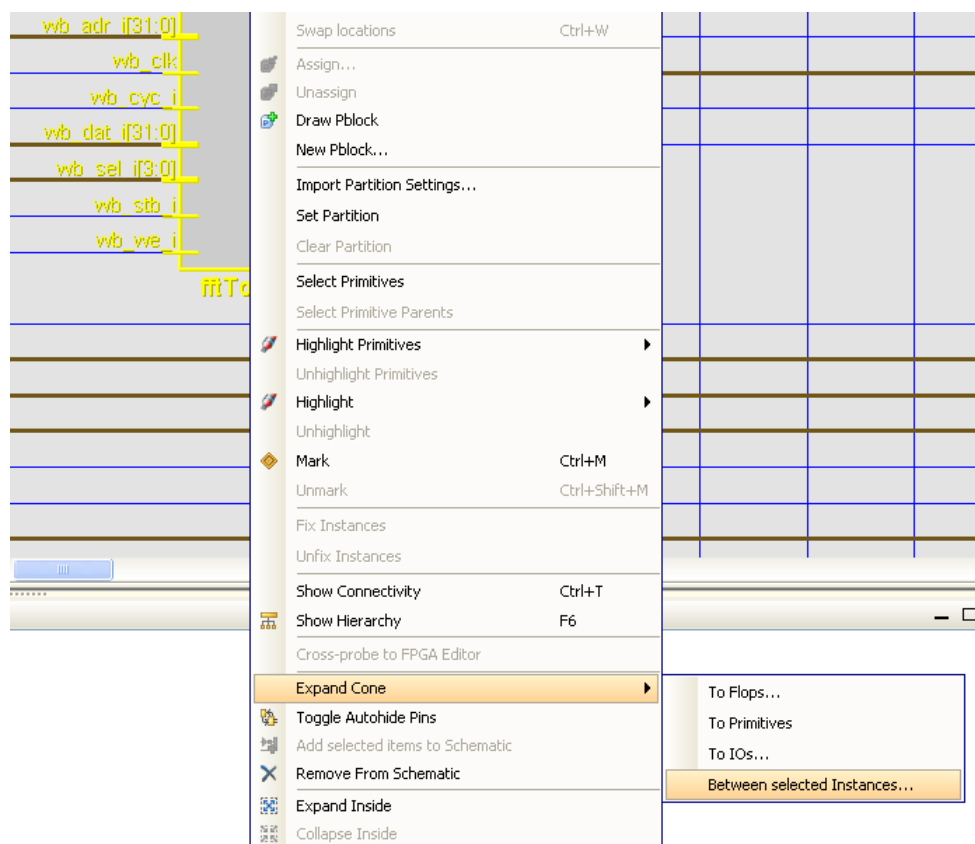

図 4-50 : ロジック コーンの展開
- ポップアップ メニューから **[Expand Cone]** をクリックし、選択したピンまたはインスタンス、あるいは選択した 2 つのインスタンス間のロジックのコーンを表示します。**[Expand Cone]** コマンドには、次のサブコマンドがあります (図 4-50 を参照)。